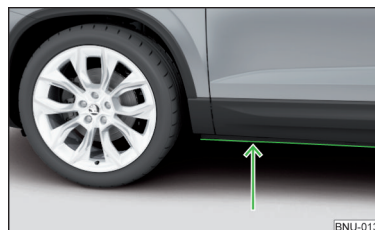

Fig. 256
- Înainte de traversarea zonei inundate, stabiliți adâncimea apei. Nivelul apei poate să ajungă maxim până la marginea inferioară a pragului » fig. 256.